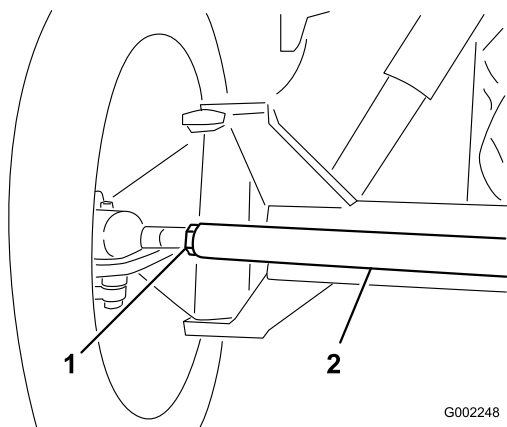

图 93
- 如果测量值超出规定的范围、请松开横拉杆两端的锁紧螺母图 93。